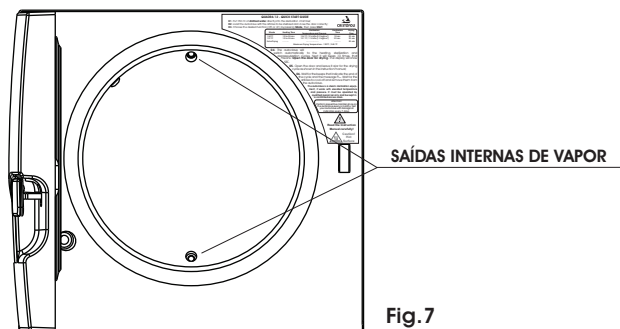

Fig. 7
- ▶ Antes de ligar o equipamento, certifique-se da limpeza da autoclave e da desobstrução da saídas de vapor interna (Fig.7, pág.10) e externa (Fig.1, pág.8). Verifique também se a mangueira de saída de vapor está conectada à rede de esgoto ou ao recipiente com água como descrito no tópico "*Instalação Hidráulica*" (Pág.8). É importante observar ainda a voltagem correta da autoclave (127 ou 220V) antes de conectá-la à rede elétrica.
- 8► **SAÍDAS INTERNAS DE VAPOR** - Orifícios localizados na parede posterior da câmara (Fig. 7). Servem como conduto para o vapor até a Válvula Solenóide. Devem ser inspecionadas **diariamente** e permanecer livre de obstruções. **ATENÇÃO!** Ao colocar os materiais na autoclave, tome sempre cuidado para não encostá-los nos orifícios das Saídas Internas de Vapor, isso ocasionará interferência no ciclo. Consulte item 6.4 (Pág. 19).